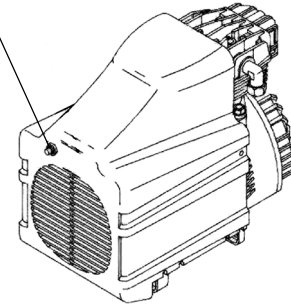

Fig. 8
- (2) Si le cordon prolongateur n'est pas conforme aux spécifications données à la page 18, le remplacer par un cordon prolongateur comme ceux montrés à la page 18. Si la capacité de l'alimentation secteur est insuffisante, augmenter la capacité pour éliminer la cause d'un flux de courant excessif (surintensité).
- (3) Attendre environ 5 minutes, puis appuyer sur le commutateur de réinitialisation du protecteur thermique (Fig. 8).
- (4) Démarrer. Si le moteur s'arrête à nouveau pendant le fonctionnement, contacter le centre de service.